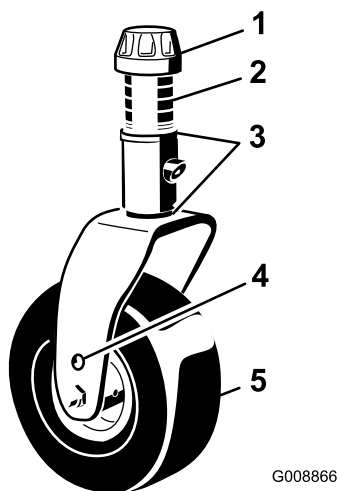

Figure 30
3. Ajoutez ou retirez des cales de 3 mm sur la fourche d'une ou de plusieurs roues pivotantes pour que la hauteur de coupe corresponde à celle indiquée sur l'autocollant (Figure 30) ; voir Réglage de la hauteur de coupe \(page 27\).